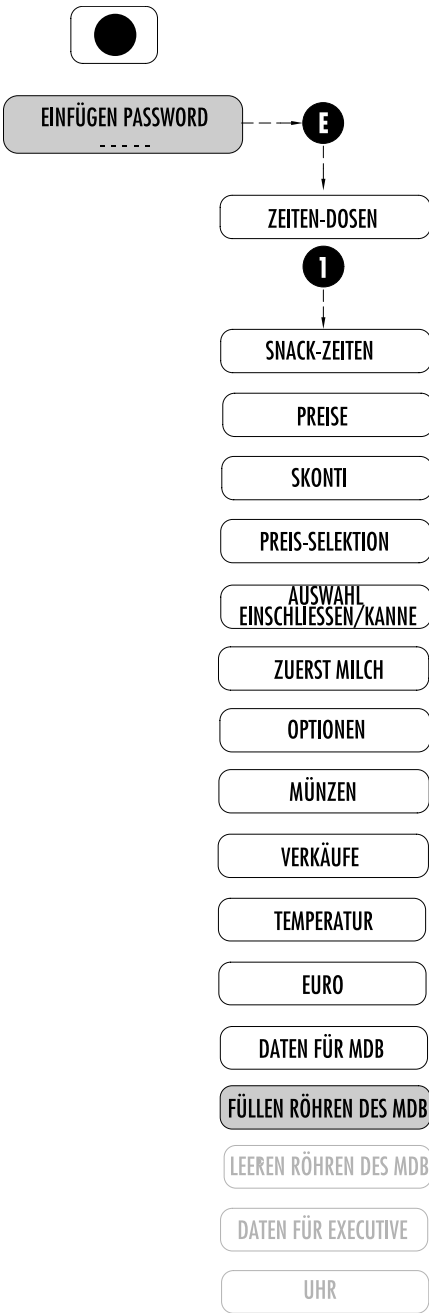

Abb. 7.17
7.2.14 FÜLLEN DER RÖHREN DES MDB (Abb. 7.17)